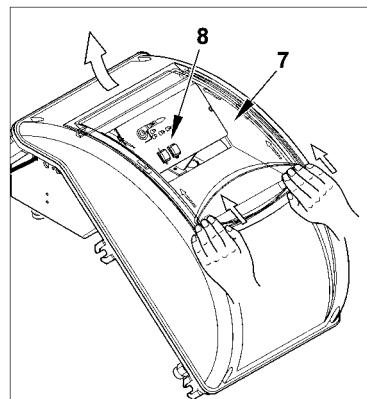

Рисунок 4
- 4) Для закрытия крышки электрического щита, закрутите 4 винта (1), используя момент затягивания, равный приблизительно 5 Нм, для обеспечения правильного уплотнения. Теперь можно получить доступ к панели управления (8), отцепливая прозрачное окошко (7) лёгким надавливанием руки в направлении стрелок, как указано на рис. 4. Подождите, пока окошко немножко продвинется, после чего отделите его от крышки.